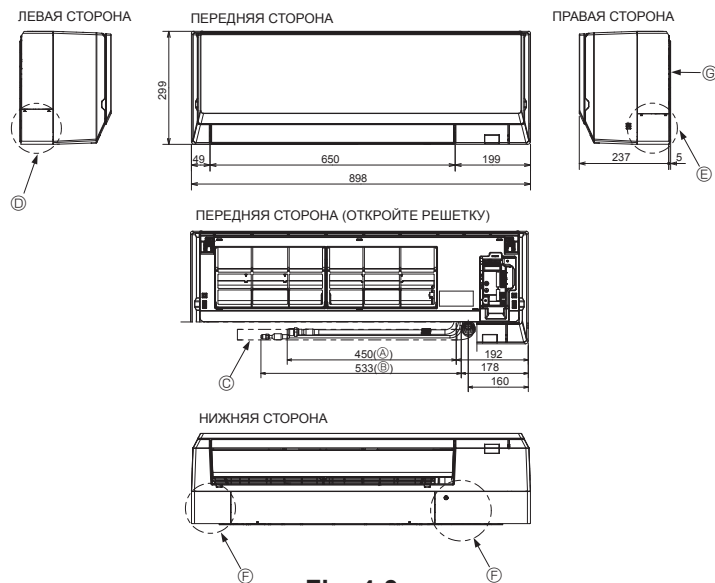

Fig. 4-3
4.3. Выбор расположения труб хладагента и дренажных труб (Fig. 4-3)